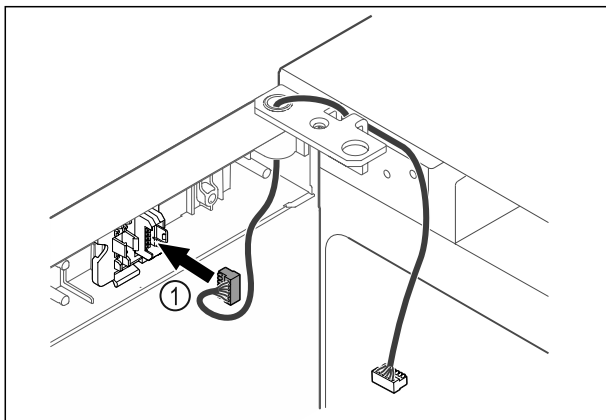

Fig. 45
- ▶ Įkiškite kištuką Fig. 45 (1) į kištuko laikiklį.